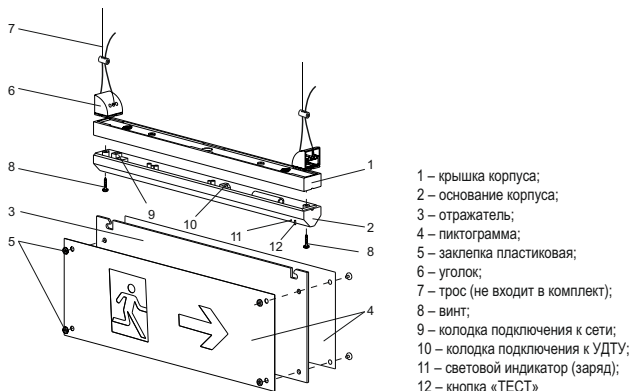

Рисунок 1 – Монтаж на подвесе
2 Для визуального контроля состояния светильника и аккумуляторной батареи светильник оснащен световым индикатором зеленого цвета 11 (рисунок 1) и тестовым устройством с кнопкой «ТЕСТ» 12 (рисунок 1).
4.2 С помощью отвёртки открутить винты 8 (рисунок 1) крепления крышки корпуса 1 (рисунок 1). Снять крышку корпуса 1 с основания корпуса 2 светильника.
5 Монтаж светильника (рисунок 1)